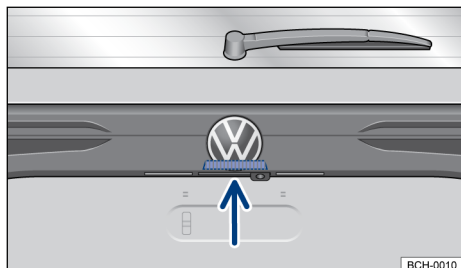

Fig. 58 En la tapa trasera: botón para abrir la tapa trasera.
- Para abrir el portón trasero presionar la tecla → fig. 58 y levantar el portón trasero.